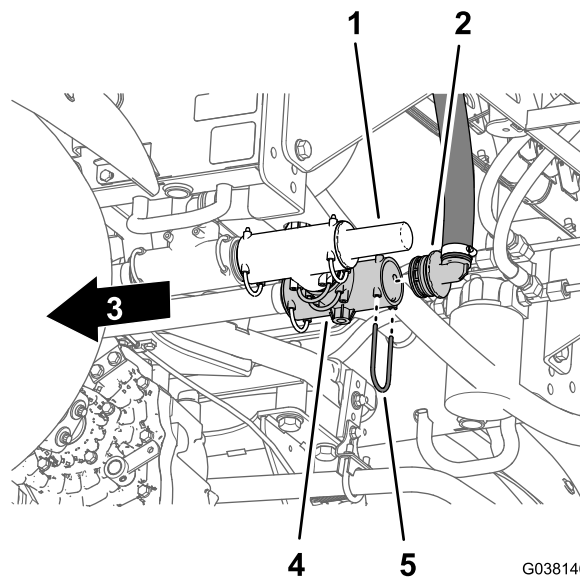

図 23
2. T字フィッティングから、バーブ付き90°フィッティングを外す 図 23。
1. 機体後部で、散布用給液ホースの、戻りホースのバーブ付き90°フィッティングを水圧リリーフバルブの車両中心側にあるT字フィッティングに固定しているリテーナを取り外す 図 23。